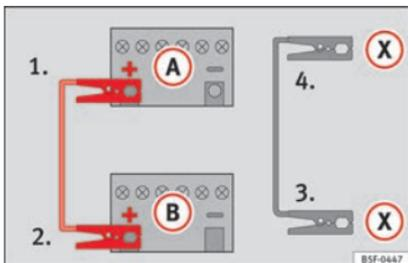

Abb. 71 Anschlusschema für Fahrzeuge mit Start-Stopp-System.
- Bei Fahrzeugen mit Start-Stopp-System: ein Ende des schwarzen Starthilfekabels  an einen geeigneten Masseanschluss, ein massives, fest mit dem Motorblock verschraubtes Metallteil oder an den Motorblock selbst anklennen » Abb. 71.